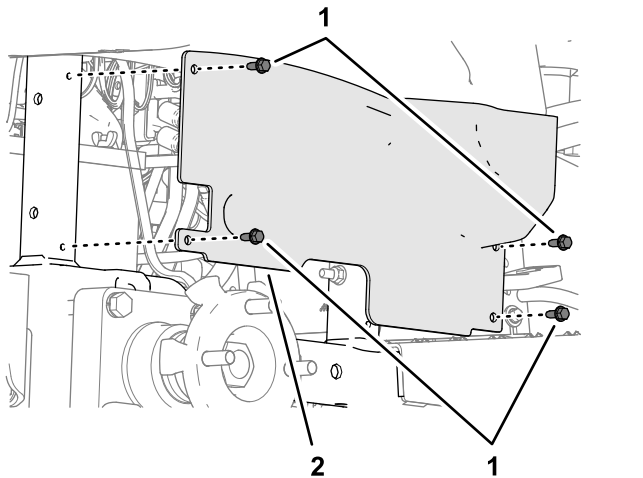

Figure 30
3. Retirez les 4 vis à embase ( $\frac{1}{4}$ " x  $\frac{5}{8}$ "") qui fixent le panneau de protection de la roue sur le cadre de la machine (Figure 30).
6. Alignez les trous du panneau de protection de la roue et ceux du cadre de la machine (Figure 30), puis fixez le panneau de protection au cadre à l'aide des 4 vis à embase ( $\frac{1}{4}$ " x  $\frac{5}{8}$ "") que vous avez retirées à l'opération 3.